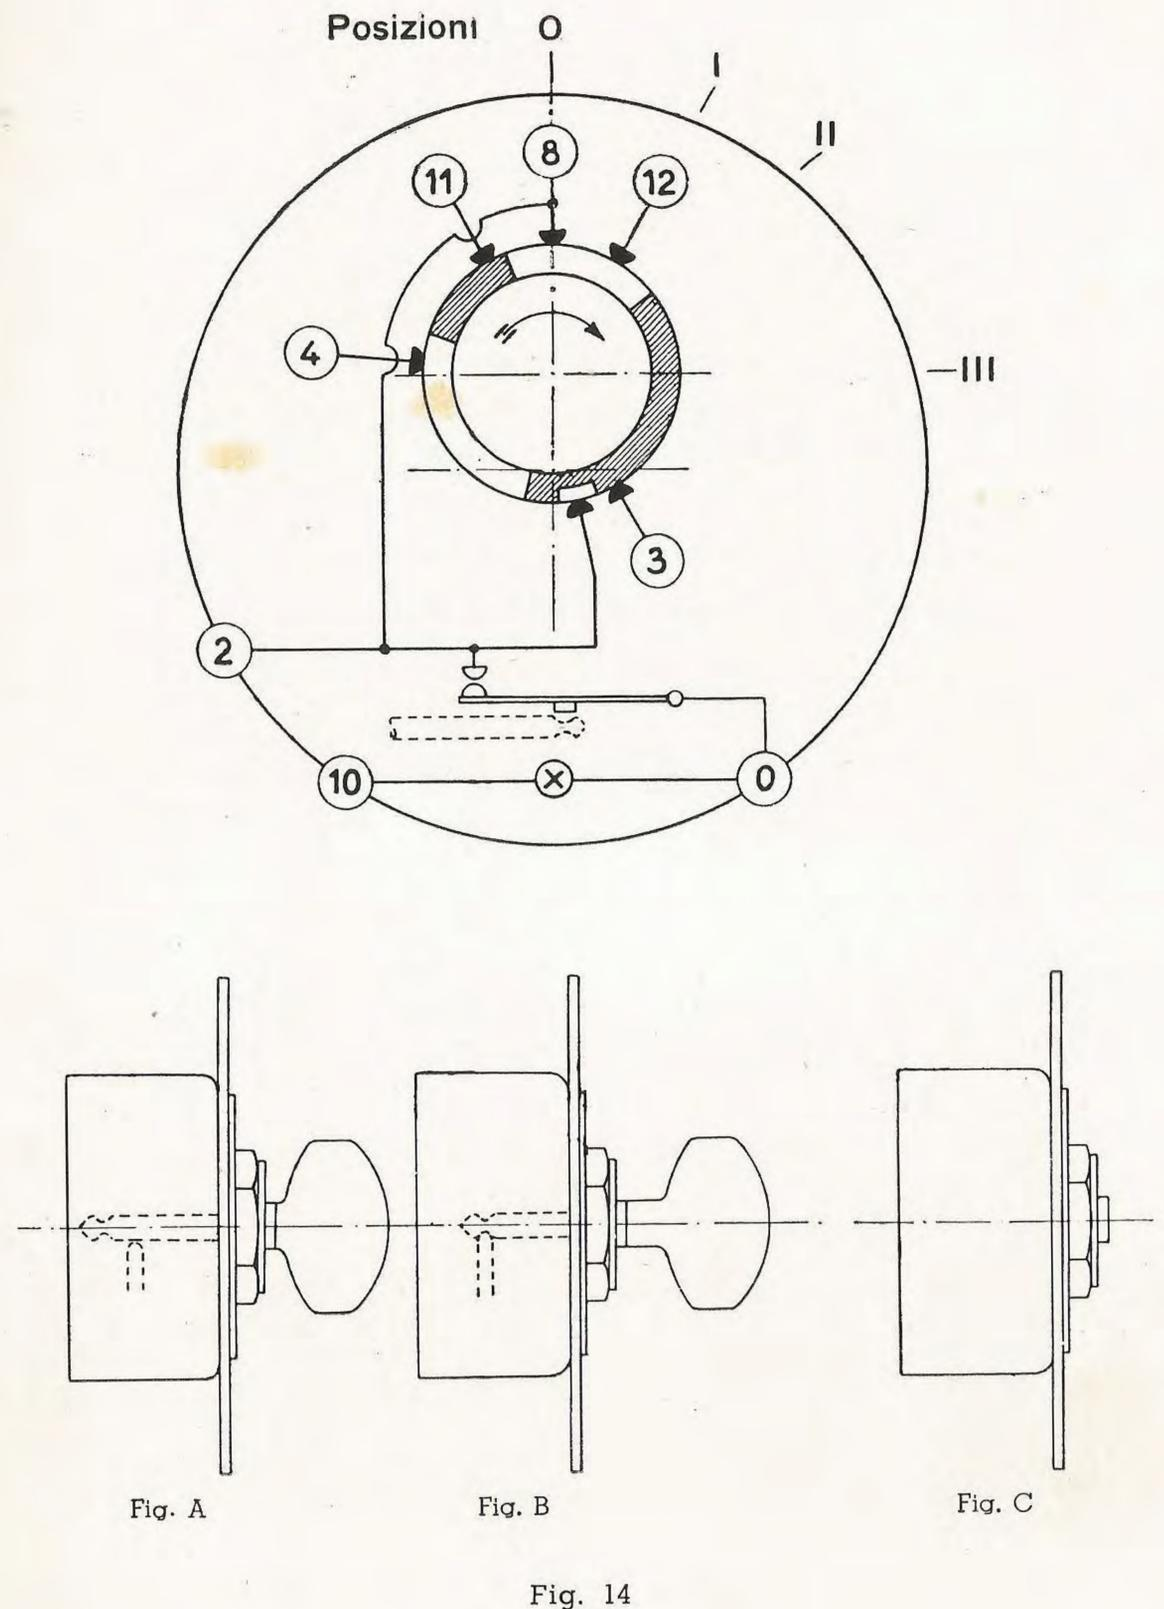

Fig. 14
- Pos. 3: Luci abbaglianti e luce di posizione posteriore accese (vedi fig. 14).